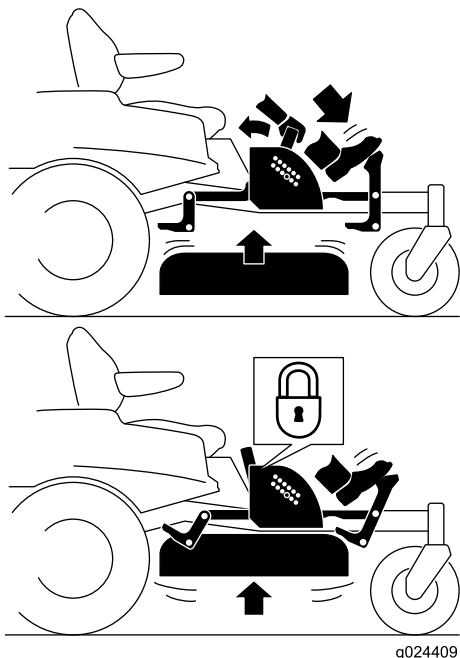

Figure 28
- Enfoncez la pédale pour élever le tablier de coupe; maintenez la pédale enfoncée jusqu'à ce que le tablier soit verrouillé en position de transport (Figure 28).
- Appuyez sur la pédale de levage du tablier avec le pied et tirez la poignée de verrouillage de transport en arrière pour désengager le verrou de transport (Figure 28).
4. Appuyez sur la pédale de levage du tablier avec le pied et tirez la poignée en arrière pour désengager le verrou de transport (Figure 28).